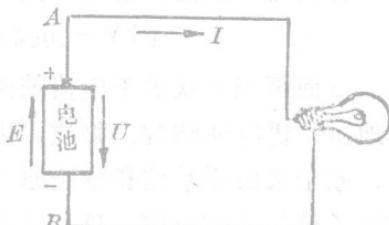

图 1-3
2. 电路中电流的产生，电压与电势：有了电源，又构成了闭合的通路，为什么就能产生电流呢？这是由于电源的存在，使电路中产生电位差，因而导线中的电荷向一个方向移动，从而形成电流。例如当如图 1-3 接成电路时，和电池正极相接的导线 A 处于高电位，和电池负极相接的导线 B 处于低电位，因而电
路中产生了电位差，导线中的正电荷就会从 A 处经负载向 B 处移动。但是要使电流连续不断，就需要依靠电源内部的力（这种力通常称为非静电力）的作用，使正电荷不断地从低电位（负极）推到高电位（正极），从而能始终保持 A 点电位比 B 点的电位高。电池之所以具有这种能力，是由于它内部的化学作用，能产生化学力（这就是一种非静电力），推动正电荷移动。这时化学能就转变成电能。电源内部这种能把正电荷从低电位推到高电位的能力，我们称之为电动势（或简称电势），用符号 E 来表示。电势 E 的大小表示能把电荷提高多少电位，即等于单位正电荷在电源内部力的作用下通过电源时所获得的能量。 E 的单位是伏特，或简称伏，符号是 V 。电势的方向是指从负极（低电位）到正极（高电位）的方向，即电位升高的方向。电源内部有了电势，就能在正极和负极之间保持一定的电位差，这个电位差又叫电压，用符号 U 来表示，单位和电势一样，也是伏。电压 U 的方向是指正极（高电位）到负极（低电位）的方向，即电位降低的方向，在这一点上和电势 E 是电位升高的含义刚好相反。图 1-3 中，分别用箭头代表 U 和 E 的方向。
实践证明，正电与负电相互吸引，而同性电之间则互相排斥。通常情况下，原子核的正电与周围电子的电荷量相等，所以对外部的电荷既不吸引，也不排斥，原子对外不显电性。如原子这个统一体因某种原因而破裂，两种电荷分离，物体就会显出电性。电路中的电流就是因电源内部力的作用，破坏了原子这个统一体，在金属导线中带有负电荷的电子按一定方向移动而形成的。照理应该把电子流动的方向，定做电流方向，但是习惯上规定正电荷运动的方向作为电流的方向，即和电子运动的方向相反。电流通常用符号 I 来表示，在图 1-3 中也用箭头标出了电流的方向。电流的大小是以单位时间内导体截面上移过多少电量来衡量的。如果单位时间内在导体截面上移过的电量多，电流 I 就大。